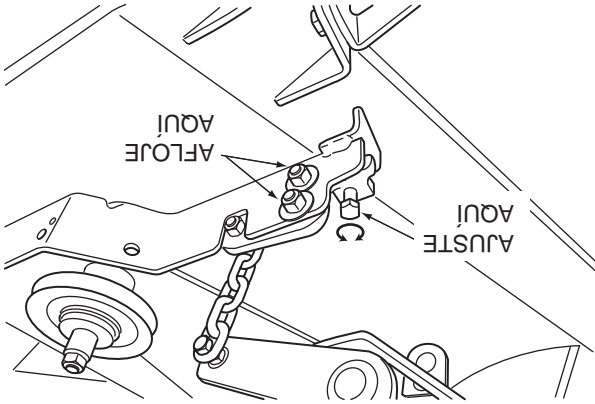

Figura 6-5 Ajuste del nivel de la plataforma de corte
1. En el lado frontal del lado izquierdo de la plataforma de corte, ubique el soporte de ajuste de la misma (Vea la Figura 6-5).